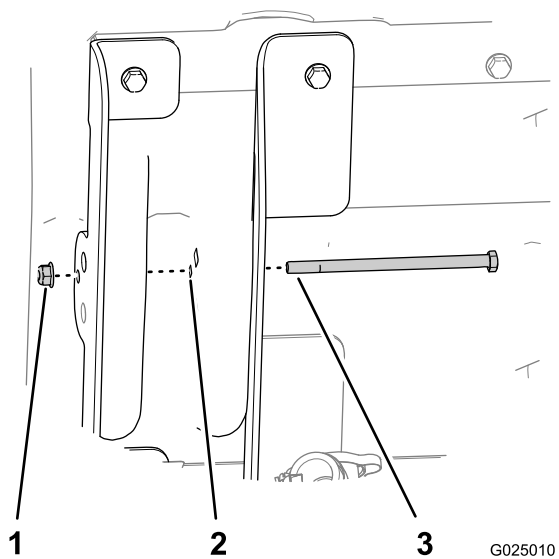

Figura 6
6. Introduzca el perno de cabeza hexagonal (5/16 x 5-1/2 pulgadas) a través del taladro pequeño del soporte interior de la plataforma (pestañas largas), la estructura de la plataforma y el soporte exterior de la plataforma (pestañas cortas), según se muestra en Figura 6.
7. Sujete el perno con la tuerca con arandela prensada (5/16 pulgada) y apriétela a mano (Figura 6).
9. Apriete la tuerca con arandela prensada que sujeta el perno (5/16 pulgada) hasta que quede ajustada (Figura 6).